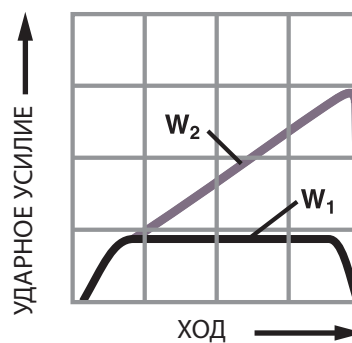

Рис.1
**Изменение массы нагрузки.** Увеличение массы ударной нагрузки (при неизменной скорости удара) без изменения площади дроссельного отверстия или изменения регулировки амортизатора приводит к увеличению демпфирующего усилия в конце хода поршня. Это нежелательное достижение пикового усилия в конце хода показано на рис. 1. Данное усилие затем передается на опорную конструкцию и саму нагрузку.